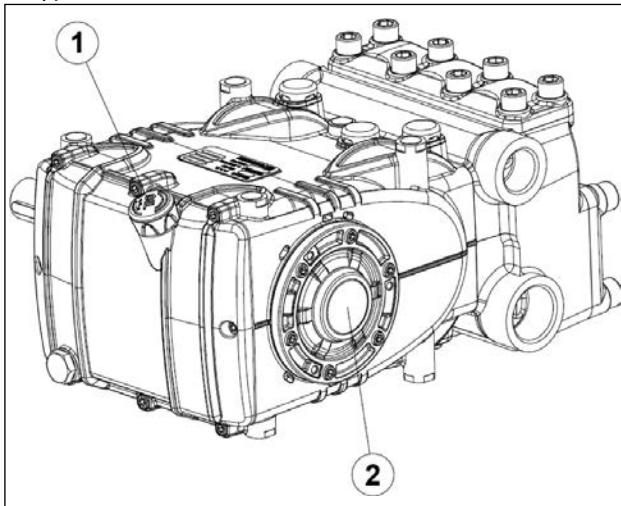

Рис. 14
- Масло в картере насоса находится на нужном уровне, проверьте его при помощи специального щупа (поз. ① Рис. 14), в крайнем случае - при помощи индикатора уровня (поз. ② Рис. 14).